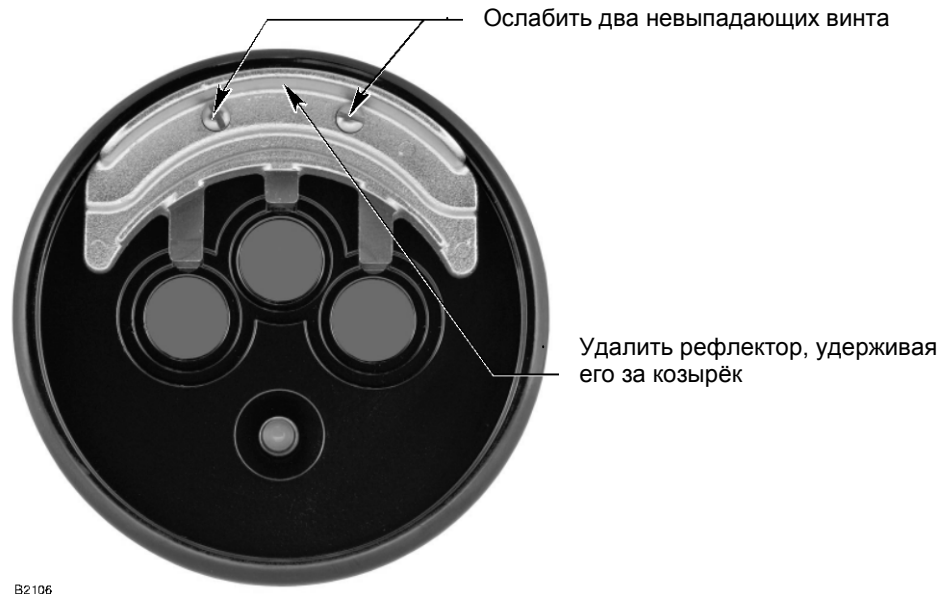

Рис. 19. Снятие рефлектора **oi**.
2. Отпустить два невыпадающих винта, затем, удерживая рефлектор за козырёк, снять его с извещателя (см. рис. 19).